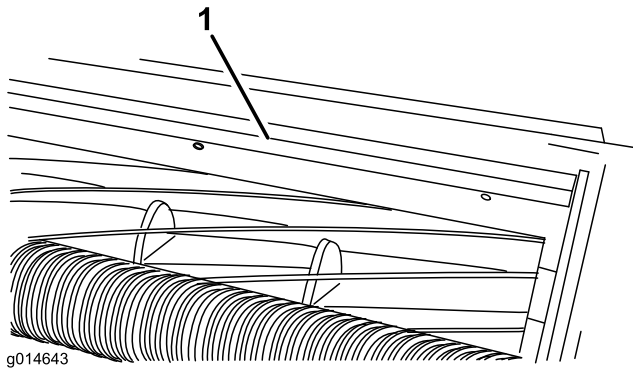

Bild 12
1. Lockern Sie die Schrauben, mit denen die obere Leiste am Mähwerk befestigt ist (Bild 12).